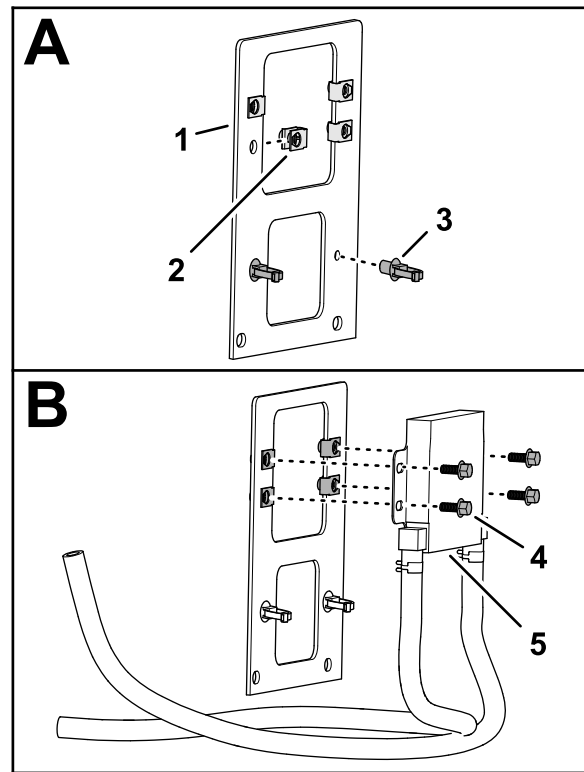

Figura 5
2. Monte las 4 tuercas rápidas en los taladros de 9,5 mm en el soporte del enfriador de combustible (Figura 5).
3. Monte los 2 anclajes/bridas a presión en los 2 taladros de 6,4 mm en el soporte del enfriador de combustible (Figura 5).
4. Fije el enfriador de combustible en el soporte (Figura 5) con los 4 tornillos de caperuza con arandela prensada (1/4" x 5/8").